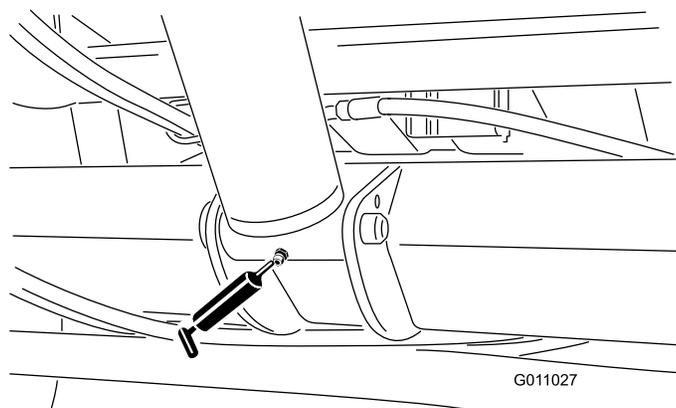

Рисунок 35
- Подъемный цилиндр (2 шт.) (Рисунок 35).